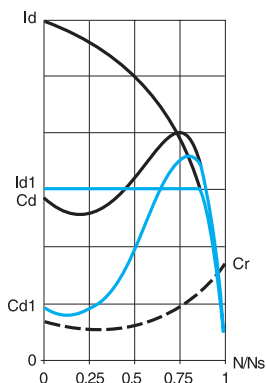

Рис. 1
■ На рис. 1 приведена зависимость момента от тока при пуске.